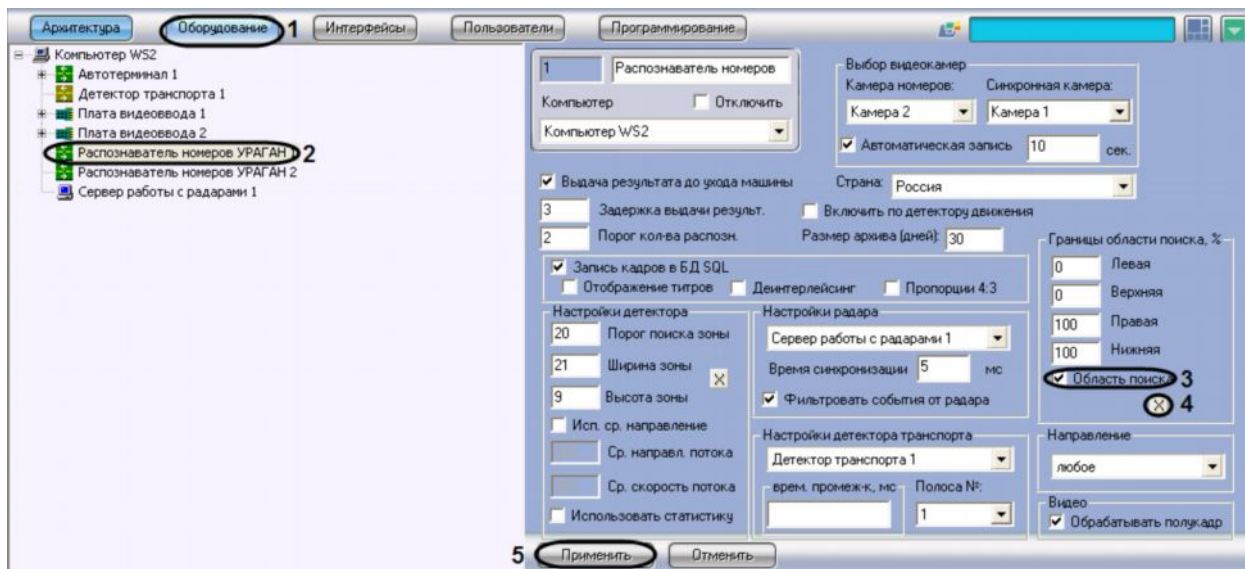

Рис. 7.2.11-2 Указание границ зоны поиска номерного знака
2. В дереве объектов на вкладке «Оборудование» выбрать объект «Распознаватель номеров УРАГАН», соответствующий настраиваемому программному модулю «Ураган» (см. Рис. 7.2.11-2, 2). В правой части вкладки «Оборудование» отобразится панель настройки выбранного объекта.
3. Установить флажок «Область поиска» для активации функции указания границы зоны поиска номерного знака транспортного средства в кадре видеоизображения (см. Рис. 7.2.11-2, 3).